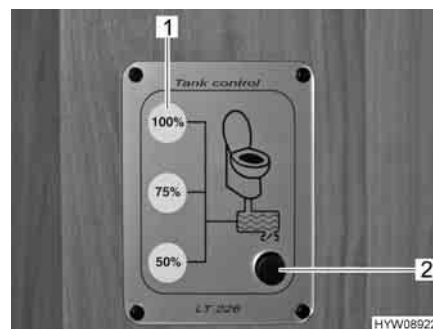

Fig. 181 Pannello di controllo per serbatoio fecale aggiuntivo
- Premere e tenere premuto il tasto (Fig. 181,2) per la pompa.
- Quando l'indicatore di livello (Fig. 181,1) del serbatoio fecale aggiuntivo visualizza 100 %, rilasciare il tasto. Significa che il serbatoio fecale aggiuntivo è pieno.